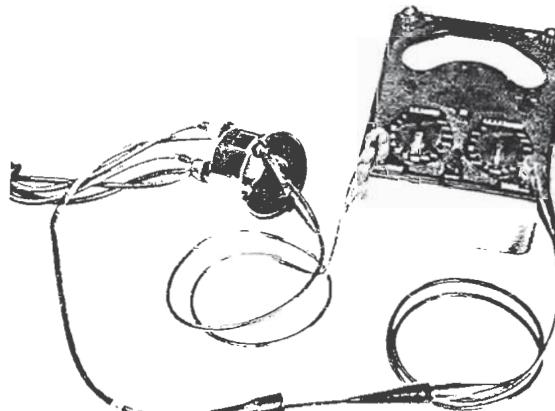

Fig. 52 - Kontrol af ledningsmodstand.
4. Kontroller ledningsmodstanden, Fig. 52, se Tekniske Data. Forbind ohmmeteret med højspændingsledningens klemme og forbindelsen mellem fordelerdæksel og rotorarm, noter modstanden. Hvis modstanden er stor, skal forbindelsen mellem ledning og fordelerdækslet renses og modstanden after kontrolleres, før ledningen genmonteres.